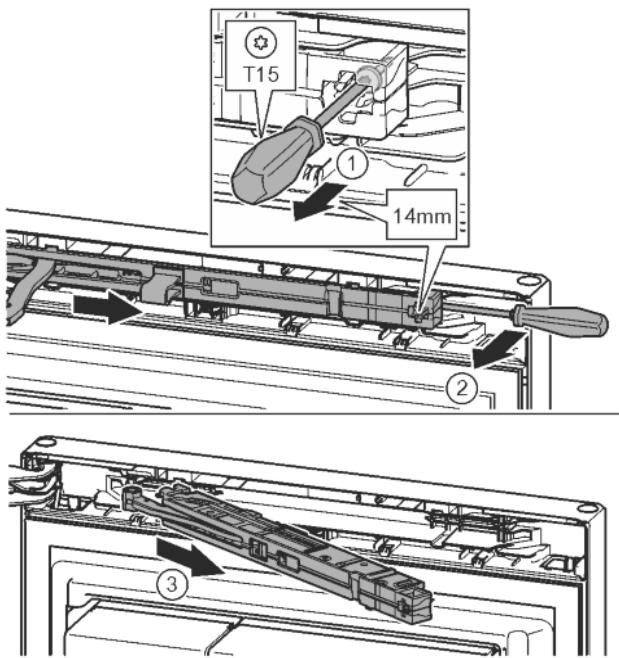

Fig. 12
- За допомогою викрутки T15 ослабте гвинт на демпферному вузлі приблизно на 14 мм. Fig. 12 (1)
► Переміщаючи викрутку з боку ручки за демпферний вузол, поверніть уперед. Fig. 12 (2)
- Витягніть демпферний вузол. Fig. 12 (3)